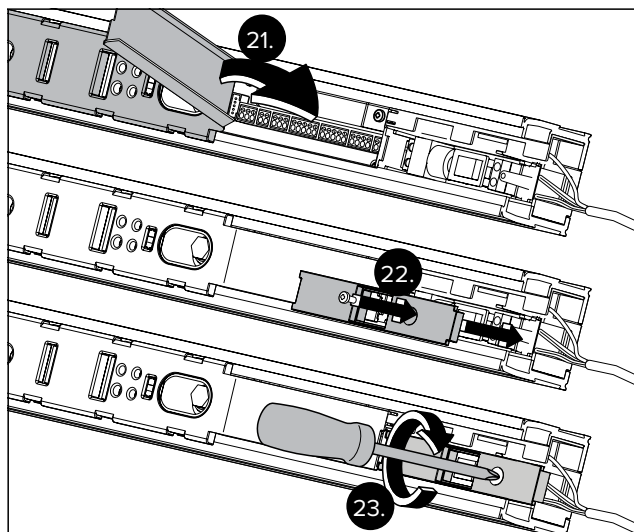

Рис. 26 Установка крышки
21. Закройте крышку корпуса блока управления на обоих приводах (рис. 26).
22. Установите крышку системы электропитания в необходимое положение (рис. 26).
23. Затяните винты на крышке системы электропитания (рис. 26).